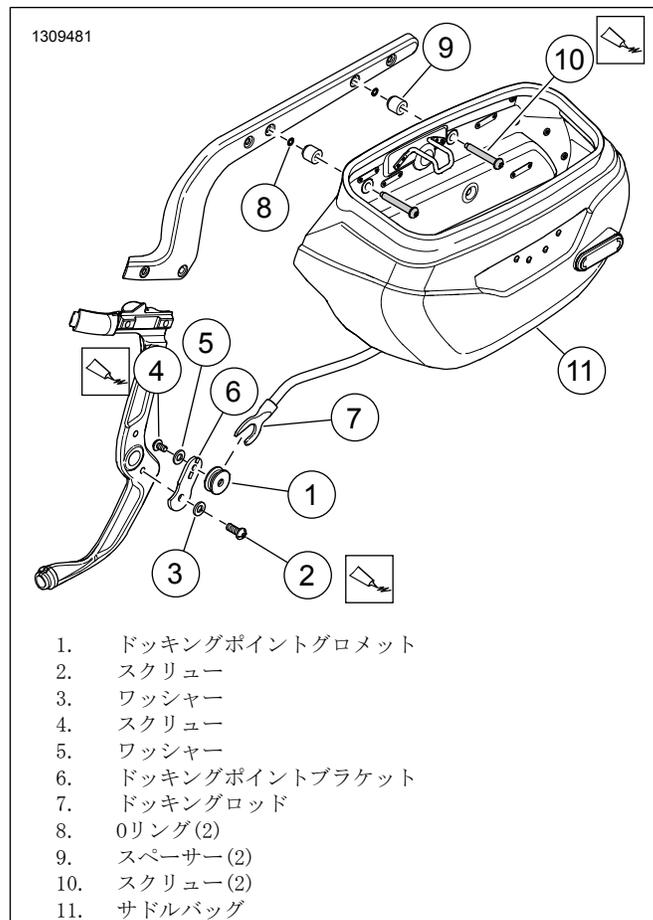

図2。サドルバッグマウント(左側)
1. 「図2」を参照。左側ドッキングポイントグロメットを取り付けます。